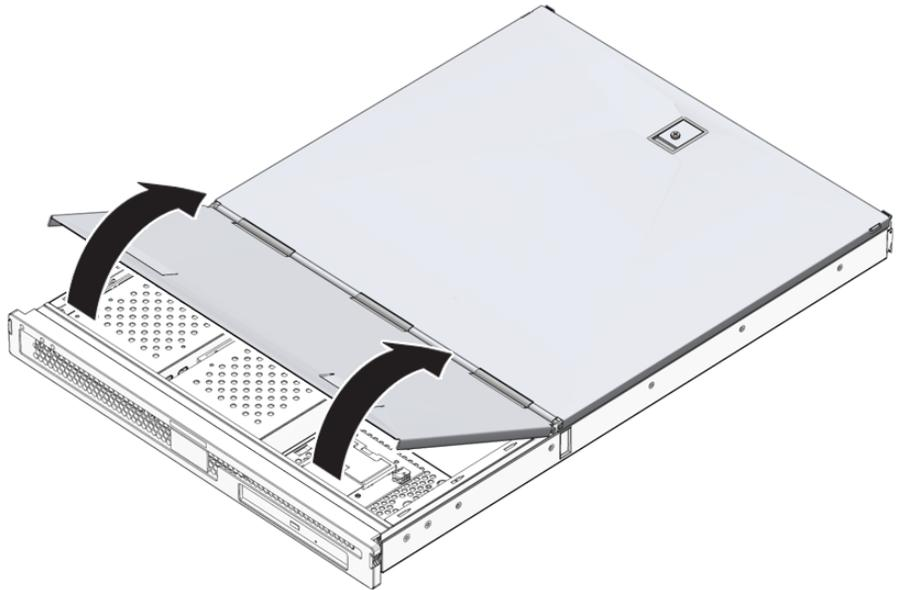

FIGURE 1-3 Retrait de la section avant du capot
4. Soulevez la section avant du capot (voir FIGURE 1-3).